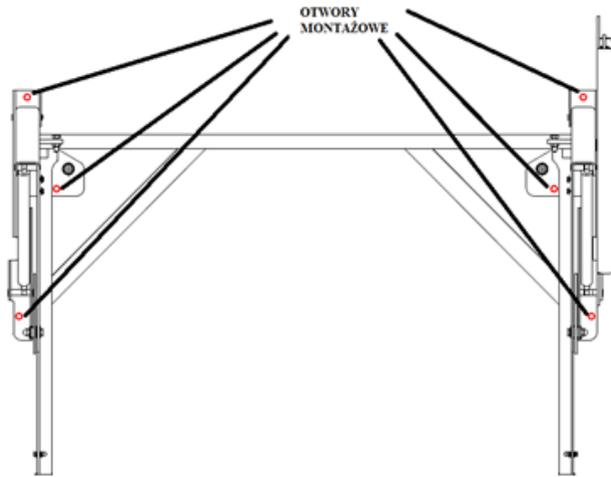

Abbildung 8. Platzierung der Befestigungslöcher
3. Führen Sie die Bohrungen im Boden gemäß der Abbildung 8 aus (Durchmesser – 12 mm, Tiefe – 90 mm).